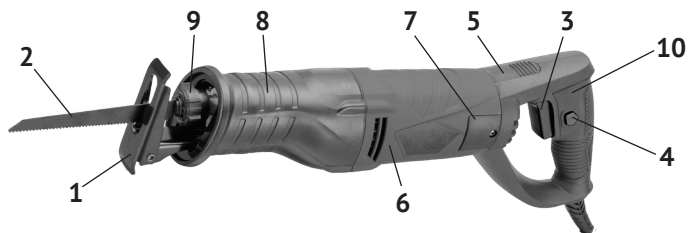

рис. 1
## 1.6 Общий вид пилы представлен на рис.1
1.7 Однофазный коллекторный двигатель расположен в пластиковом корпусе (рис.1 поз.6.), выполненном из двух половин (правой и левой). К его передней части крепится корпус редуктора с приводным механизмом, закрытый кожухом (рис.1 поз.8). К задней части корпуса двигателя крепится рукоятка управления (рис.1 поз.10), с возможностью поворота вправо/влево. Крутящий момент с якоря электродвигателя, преобразуется в редукторе кривошипно-шатунным механизмом в возвратно-поступательное движение штока. На стволе штока расположен быстрозажимной самофиксирующийся патрон (рис.1 поз.9), в который крепится пильное полотно (рис.1 поз.2). Рабочим инструментом пилы являются пильные полотна с универсальным хвостовиком 1/2".
1.8 Клавиша выключателя (рис.1 поз.3) расположена в передней части рукоятки. Включение пилы осуществляется нажатием на клавишу выключателя указательным пальцем. Фиксация клавиши в рабочем положении, осуществляется кнопкой (рис.1 поз.4), расположенной слева на рукоятке. При повторном нажатии на клавишу, кнопка фиксации и клавиша (со щелчком) возвращается в исходное положение - выключено.
Силой, приложенной к клавише выключателя, регулируется скорость хода пильного полотна. При фиксации клавиши выключателя в рабочем положении кнопкой (рис.1 поз.4) - скорость хода пильного полотна максимальная.
1.9 В передней части пилы на корпусе редуктора закреплён кожух (рис.1 поз.8), выполненный из материала, гасящего вибрацию. Эргономичная форма кожуха позволяет оператору удобно удерживать при работе пилу второй рукой.
- ослабить шестигранным ключом (входит в комплект поставки) два винта в нижней части кожуха (рис.1 поз.8);